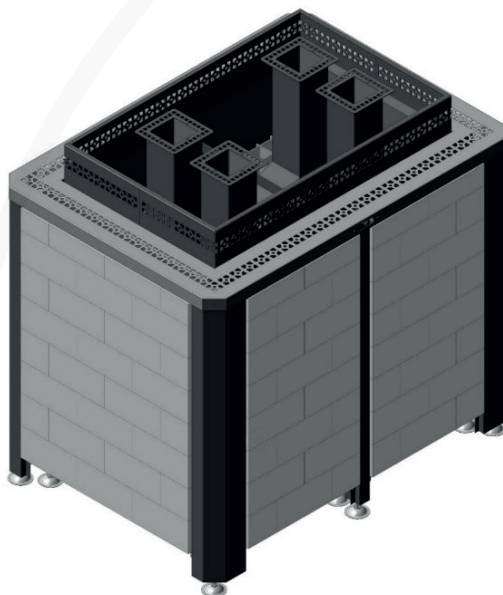

Рис. 2 Сборка ЭН Премьера Профи «Гималайская соль».
1. Установить силовую раму печи на ровное основание (рис. 2), положить в нее решетку для камней.